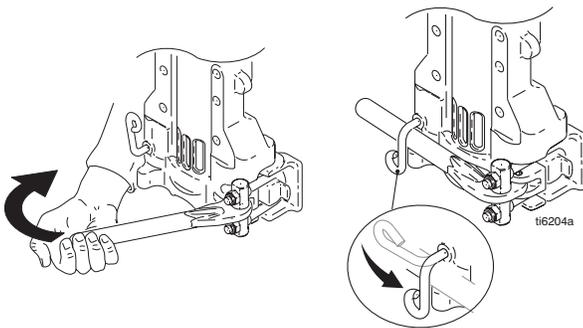

FIG. 27
6. FIG. 27. Serrare il gancio e ruotare il blocco nella posizione di blocco.